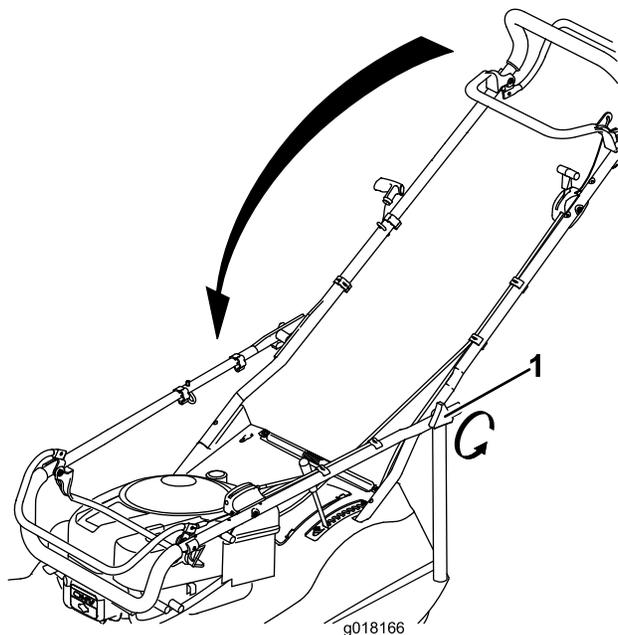

Figure 29
2. Faites pivoter le guidon en avant (Figure 29).